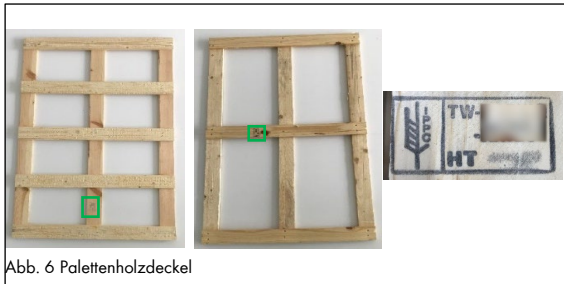

Abb. 6 Palettendeckel
- Pappdeckel auf die letzte Lage positionieren (Abb. 6)